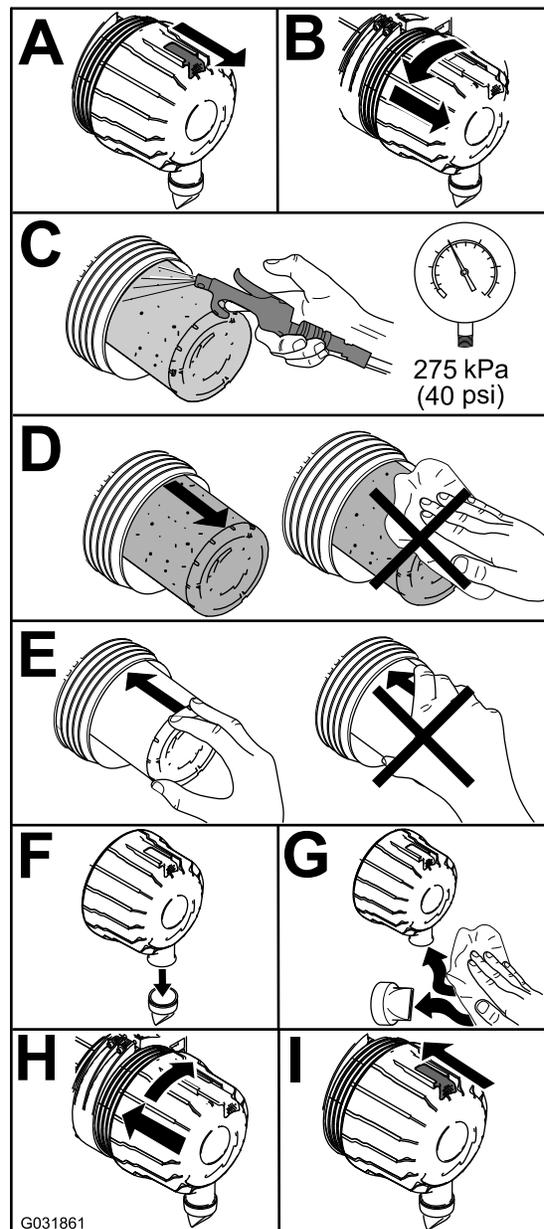

Figure 77
1. Remplacez le filtre à air (Figure 77).